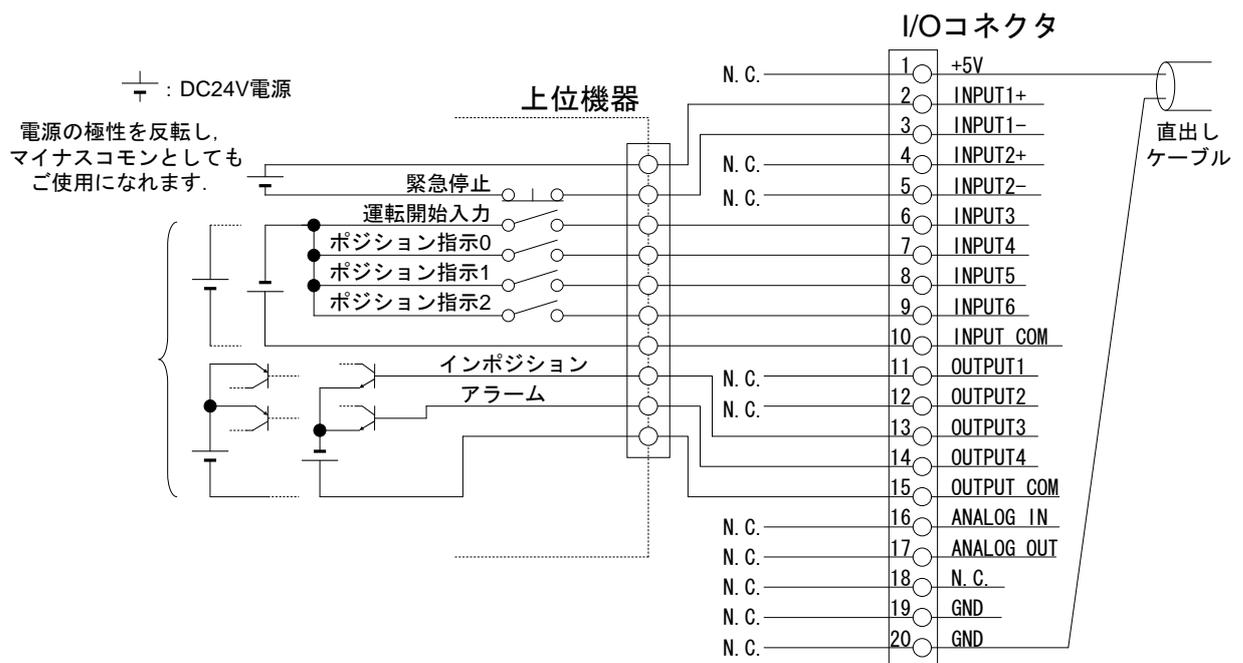
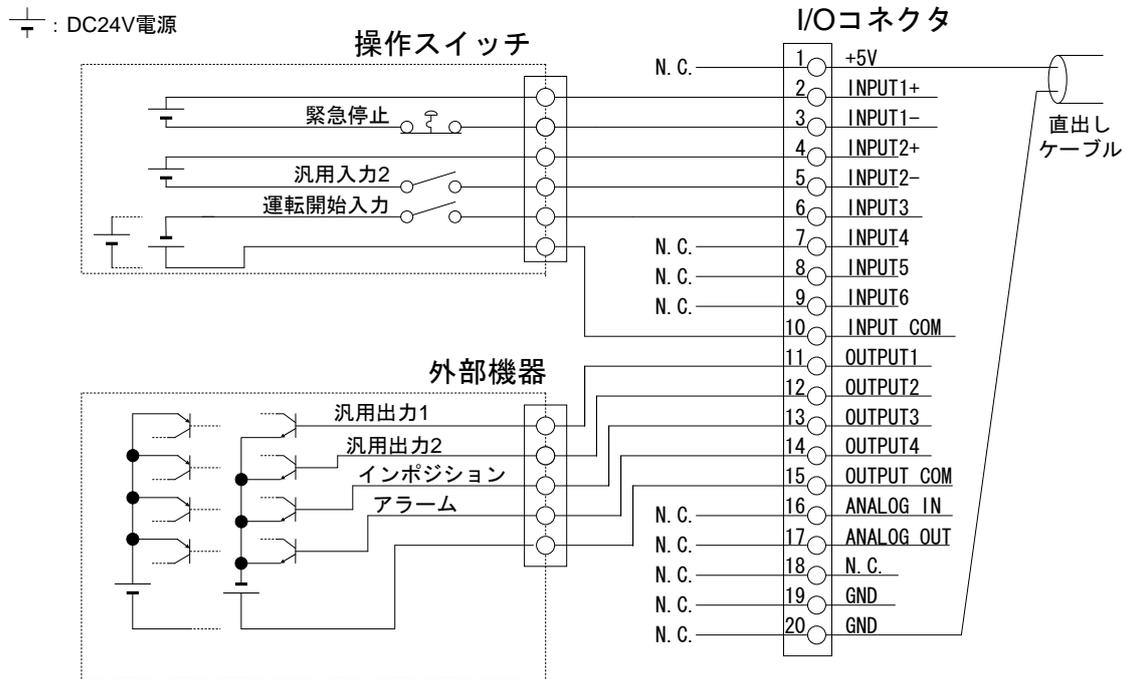

図 7.4 ポジション運転時 I/O コネクタ配線例
図 7.5 簡易プログラム運転時 I/O コネクタ配線例
- 配線例を図 7.4～図 7.5 に示します。ポジション運転および簡易プログラム運転の概要については、「5.3 外部機器構成」を参照してください。
① 配線確認
- 図 7.4 および図 7.5 に配線例を示します
② 外部機器や上位機器へ電源を投入
③ ポジショニングアクチュエータへ電源を投入